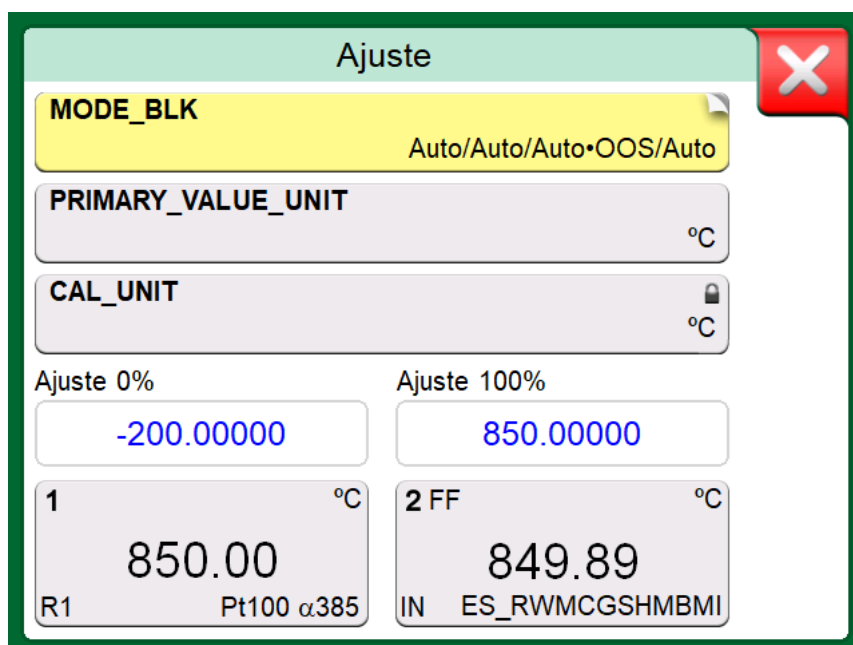

Figura 102: Ejemplo de ventana de ajuste del instrumento Fieldbus
La opción **Iniciar ajustes** del menú abre una ventana similar a la de la Figura 102: Ejemplo de ventana de ajuste del instrumento Fieldbus. La lista de Bloques y Parámetros depende del campo Descripción del Equipo del instrumento. La parte inferior de la ventana tiene áreas donde se muestran las lecturas de entrada (1) y salida (2) del instrumento.